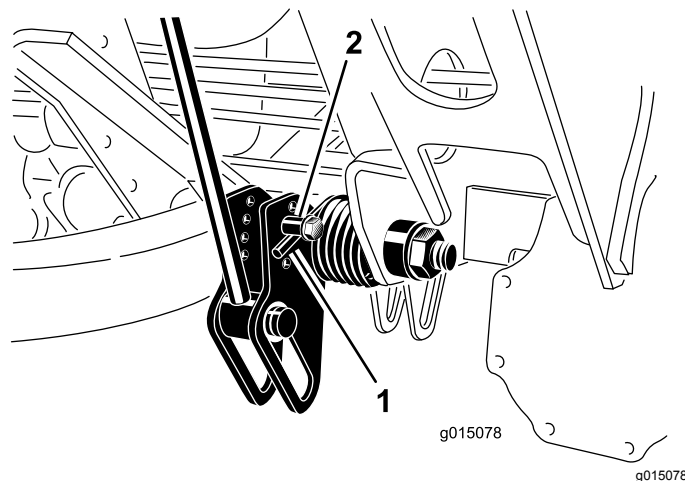

図 58
- 調整作業の最中に、スプリングのテンションが掛からないようにするため、スプリングの長い方の端にパイプなどを通してスプリングの力を殺しておく 図 58。
- スプリングのテンションをなくしたら、スプリングアクチュエータを固定しているボルトとロックナットを外す 図 58。